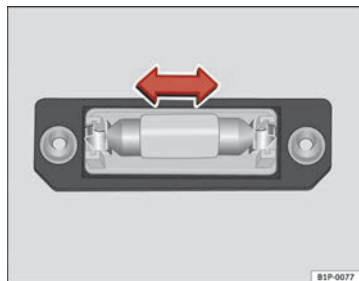

Abb. 238 Kennzeichen-
- Nehmen Sie die Glühlampe in Pfeilrichtung heraus ⇒ Abb. 238.